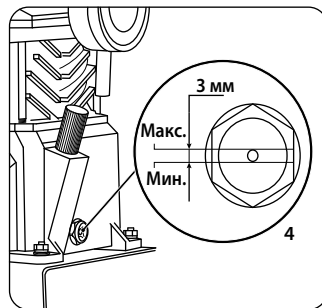

рис. 6
Открутите пробку картера и заправьте масло до максимального уровня (до красной отметки) в смотровом окне (4) (рис.6).
Проверить и при необходимости очистить воздушный фильтр компрессора. Проверить уровень масла в компрессоре по указателю (рис. 6), при необходимости долить масло.
Для этого отверните болт сливного отверстия картера (18, рис. на стр. 5) и дождитесь полного слива масла из картера. Для слива отработанного масла используйте специальную ёмкость. После этого вверните болт на место и залейте новое масло. Проверьте уровень по смотровому окну (4). (рис. 6 стр. 7)